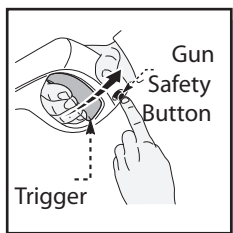

Fig. 5
- Para cerrar el disparador del fusil de rocío apunta el fusil lejos de usted y empuja el botón de cerradura del derecho de dejar, (Fig. 5), después de hacer así, estrujón o tirar el disparador para asegurarse de que es cerrado y no moverá. Entre el hábito de dejar el botón de cerradura en la posición “cerrada” cuando la arandela del poder no esté en el uso. Esto asegura que el fusil esté en el modo “seguro” hasta que esté listo para el uso.